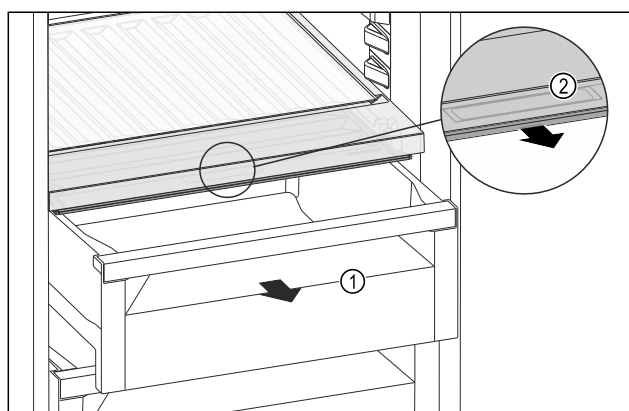

Fig. 172
- ▶ Izvelciet atvilktni Fig. 172 (1).
- ▶ Satveriet nodalījuma vāka roktura padziļinājumu Fig. 172 (2) un vienlaikus pavelciet nodalījuma vāku uz priekšu.